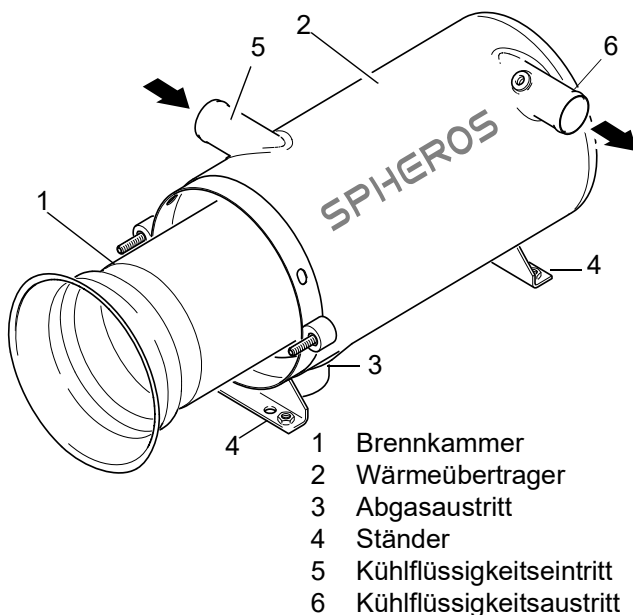

Abb. 805 Aus- und Einbau Brennkammer
2. Brennkammer (1, Abb. 805) aus dem Wärmeübertrager (2) herausziehen.
1. Brennkammer (1, Abb. 805) bis zum Anschlag in den Wärmeübertrager (2) schieben.
3. Brennkammer (1, Abb. 805) aus dem Wärmeübertrager (2) herausziehen (siehe 8.10).
4. Gegebenenfalls Spannschelle für die Abgasleitung am Abgasaustritt (3) lösen.
1. Wärmeübertrager (2, Abb. 805) in Einbaulage bringen und Ständer (4) je nach verwendeten Befestigungspunkten mit Schrauben, Muttern und Unterlegscheiben am Fahrzeug befestigen.
2. Gegebenenfalls Abgasleitung am Abgasaustritt (3) mit Spannschelle befestigen.
3. Kühlmittelschläuche auf Kühlmittleintritt (5) und -austritt (6) aufstecken und mit Schlauchschellen mit  $6 \pm 0,6$  Nm sichern.